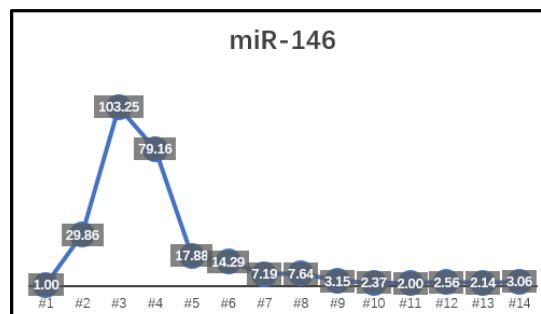

图 2. 囊泡富集的 RNA 在 Exosupur®各个馏分中的分布，各个馏分中 miRNA-146 的相对量以数字的形式展现在图中
2、使用 1ml 血浆进行分子排阻分离，提取每个馏分 RNA，通过 PCR 的方法检测 Exosupur®排阻柱的各个馏分中已报道的囊泡特异性 miR-146 的丰度，如图 2 所示。